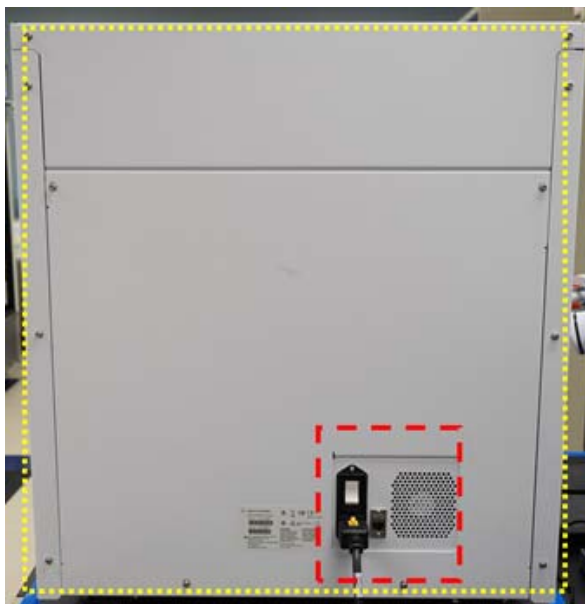

图 35 要擦拭的仪器背面的外表面
- d **仪表外部 – 背面：**确保将电源线从电源上拔下。用经过 70% 异丙醇弄湿的实验室擦巾，擦拭图 35 中用黄色勾勒出的仪器的背面。用红色勾勒出的区域需要特别注意，因为其中包括后方的电源按钮。